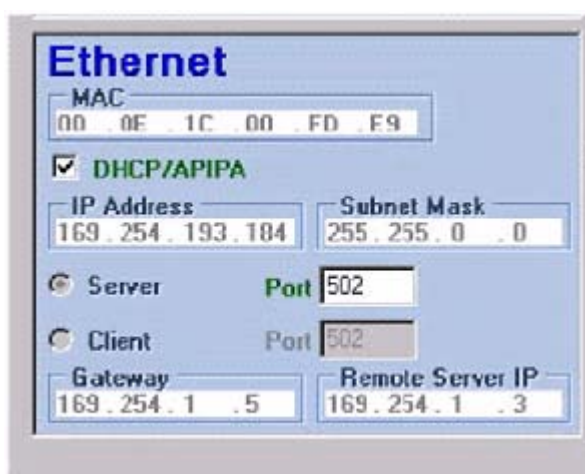

Figure 10 Section Ethernet du programme utilitaire
Se référer à la Figure 10 et au Tableau 3 pour une description des champs pour la configuration Ethernet.
3. Changer les réglages instrument si nécessaire. Se référer à la Figure 10 et au Tableau 3 pour une description des réglages. Quand configuré comme nécessaire, cliquer sur **SAVE SETTINGS (SAUVERGARDER LES RÉGLAGES)**.